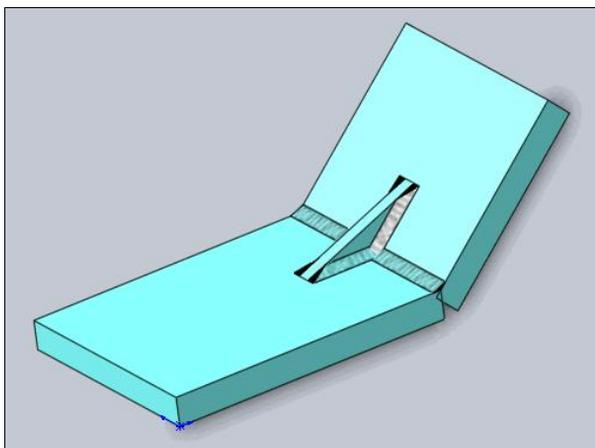

Рис. 5.51
11. Нажмите кнопку **ОК** . Для получения сварного шва на гранях добавочного элемента (треугольный профиль) воспользуйтесь еще раз командой  — **Скругленный шов**, и вы получите готовую деталь со сварным угловым соединением (рис. 5.51).